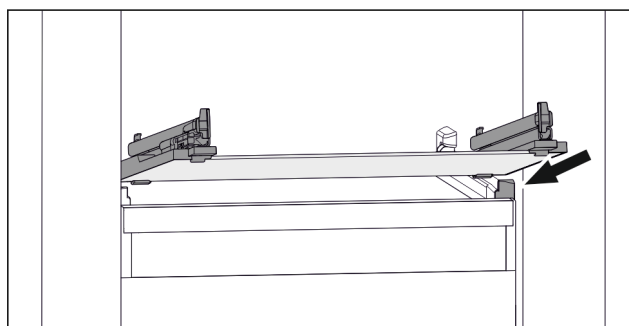

Fig. 77 Exempel på glashylla
- ▶ Sätt på glashylla i vinkel bakom stopplackarna. (se Fig. 77)